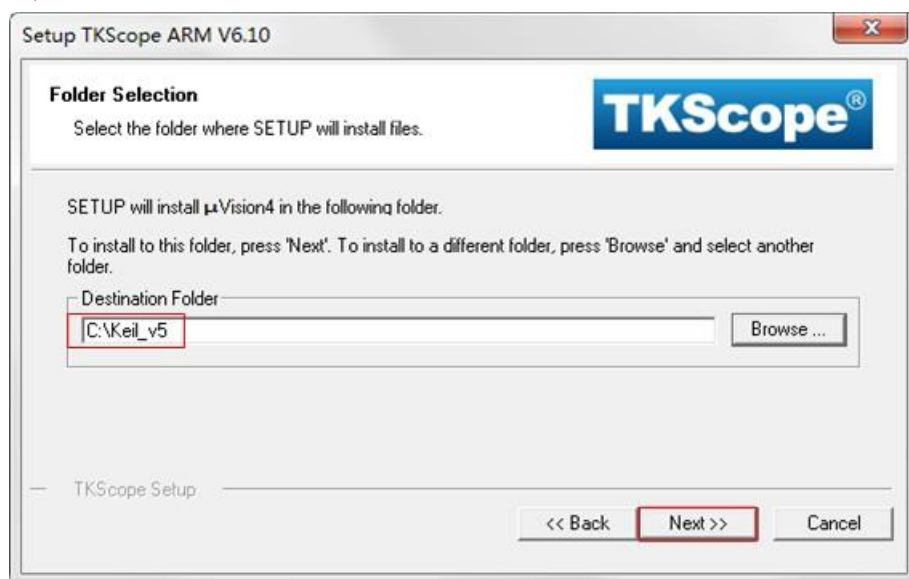

图 2.37 确定 TKScope 的安装目录
(3) 选择安装路径，需要注意，TKScope 必须安装到 Keil 的根目录中，点击 **【Browse】** 浏览到 Keil 的安装目录，然后用鼠标单击选中，并点击 **【确定】**，如图 2.37 所示。
- (4) 选择 TKScope 的安装目录为 Keil 的安装目录后，然后点击【Next】，如图 2.37 所示。